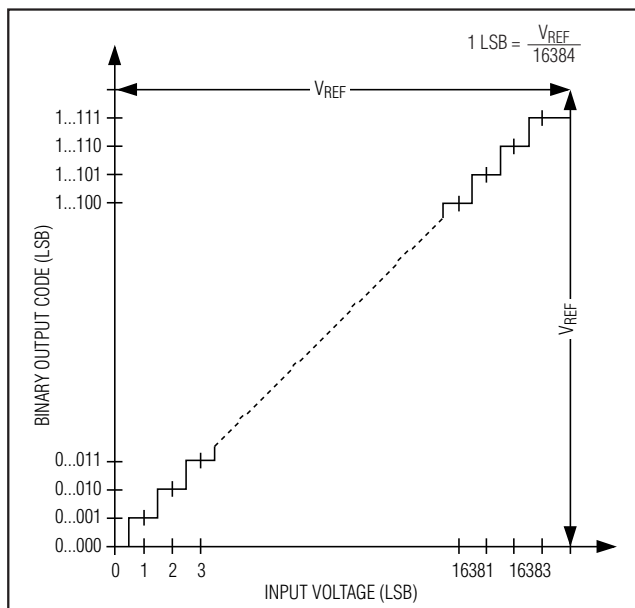
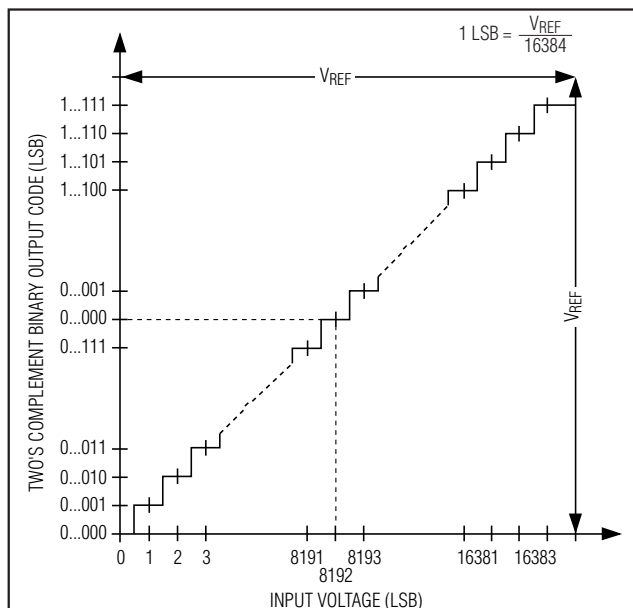

图 14. 单极性传输函数
图 15. 双极性传输函数
在单极性输入模式下，数字输出为标准二进制格式 (图 14)。在双极性输入模式下，数字输出为二的补码格式 (图 15)。数据在 SCLK 下降沿同步输出，MSB 先出。
MAX1146-MAX1149 输出数据编码在单极性模式时为二进制格式, 双极性模式时为二的补码格式, $1 \text{ LSB} = (V_{\text{REF}}/2^N)$, 其中 N 为位数 (14)。量化电平分界点位于相邻整数倍 LSB 值之间的中点。图 14 和图 15 分别为单极性和双极性输入/输出 (I/Q) 的传输函数。